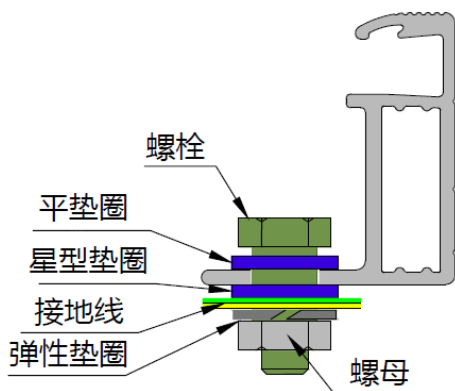

图 9 螺栓接地图
- 组件背面边框的长边靠边缘部有直径为 4mm 的接地孔；根据 IEC 61730-1:2023 标准，边框上的接地孔标有典型的接地符号（⊥）。该孔只可用于接地，因此不能用于组件安装。这种方法包括螺栓、平垫圈、起始垫圈、垫圈和螺母，见图 9。安装接地